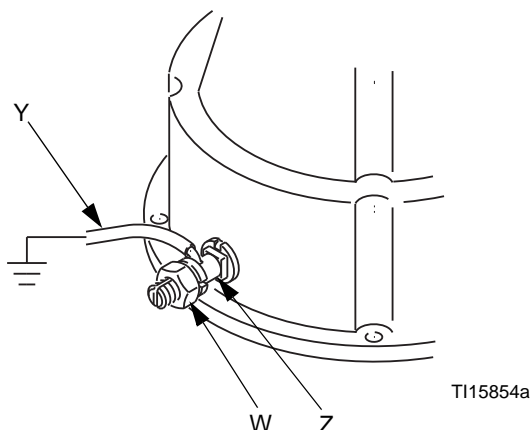

FIG. 1. Filo di terra
Pompa: usare un filo di terra e un morsetto. Vedere la FIG. 1. Allentare il controdado (W) dello spinotto di terra (Z). Inserire un'estremità di un filo (Y) nello spinotto di terra e serrare saldamente il controdado. Collegare il morsetto di terra a una terra efficace. Ordinare il codice 237569, filo di messa a terra e pinza.